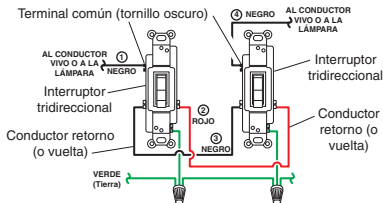
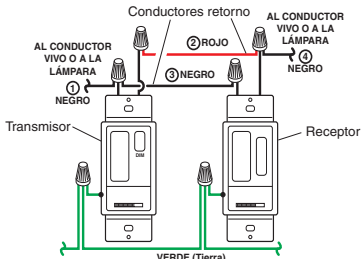

Figura 1 - Cableado de un circuito conmutado típico
Figura 2 - Conexión del conmutador tridireccional de pared
3. Retire la placa y el interruptor de pared existentes. Identifique a los conductores del interruptor existente según el diagrama de la Figura 1.
- Conecte los conductores del transmisor con conmutador tridireccional a los conductores de la caja de empalmes como se muestra en la figura 2. Para empalmar estos conductores, use los conectores para conductores que se provee (vea la Figura 2). *Nota:* Cualquiera de los conductores negros del transmisor pueden usarse para conectar al conductor vivo o fase (o a la lámpara) o al conductor retorno.
IMPORTANTE: Identifique los conductores del interruptor tridireccional según el diagrama de la Figura 1. Vea la figura 2 de abajo cuando conecte los conductores del receptor de pared con interruptor a los conductores existentes.